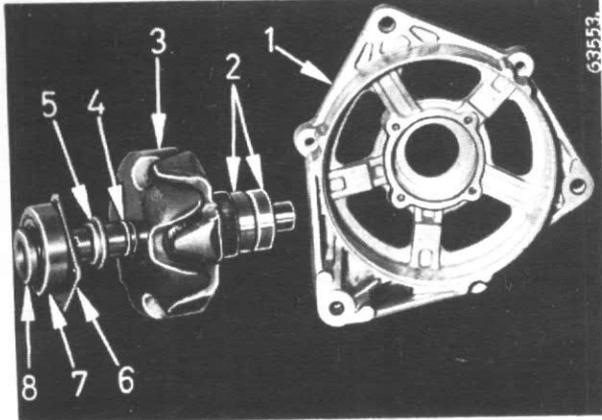

Figure 44
Déposez la plaque de retenue (6) et la bague de butée (5). N'enlevez pas le jonc d'arrêt (4) fig. 44.